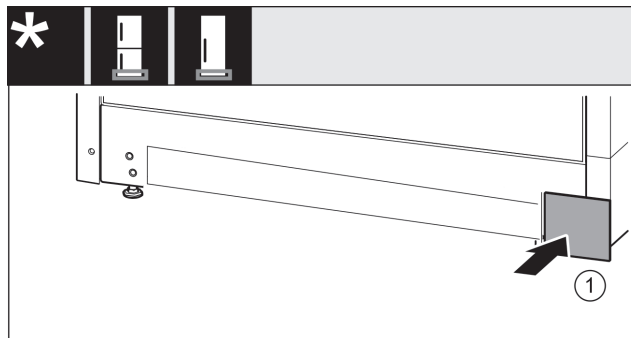

Fig. 22
- ▶ Kryt Fig. 22 (1) opět nasadte na druhé straně.